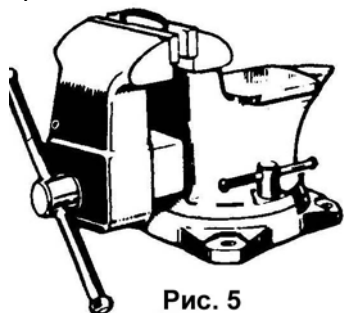

Рис. 5
1. Вставьте звено продольной стороной в тиски (Рис. 5). Сторона противоположная сварному шву должна полностью лежать в губках тисков (около 1/3 звена). Это предохранит звено от засечек и распилов.